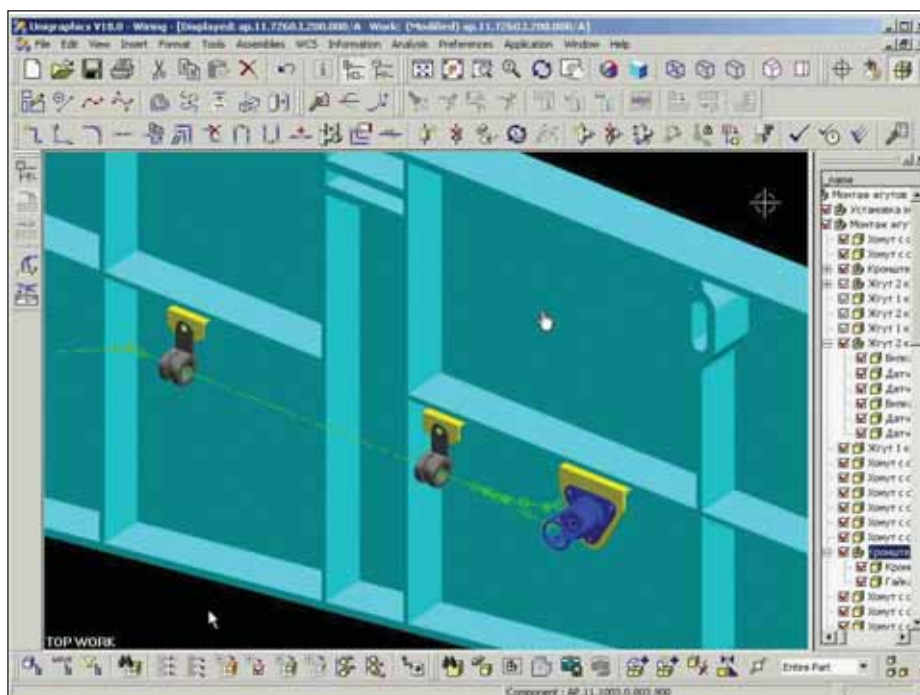

Рис. 7
- создание траекторий (центральных осей) будущего жгута средствами UG/Routing/Base (рис. 7);